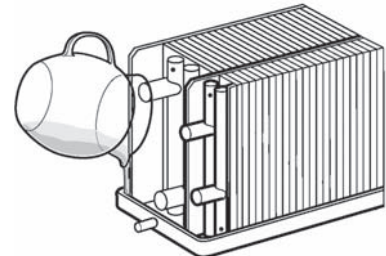

Рис. 25
- Налейте несколько литров воды в поддон для сбора конденсата и убедитесь, что отвод воды происходит должным образом (рис. 25). Если жидкость отводится плохо, то проверьте уклон и убедитесь в отсутствии засоров.